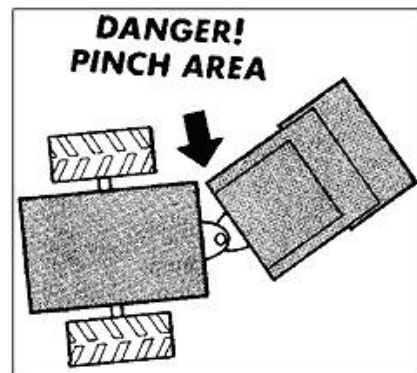

Рис. 1-8
- При работающем двигателе запрещено нахождение людей в зоне сочленения рамы. (Рис. 1-8)